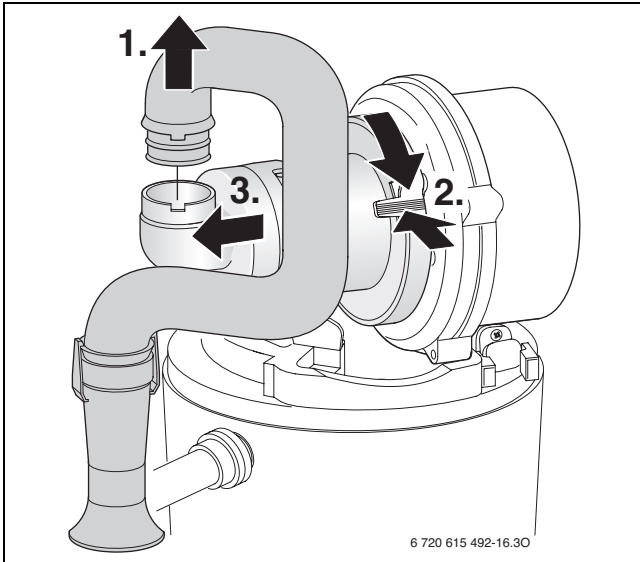

Bild 70 Saugrohr und Mischeinrichtung ausbauen
- ▶ Mischeinrichtung nach Bild 70 ausbauen.